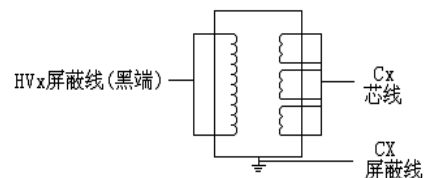
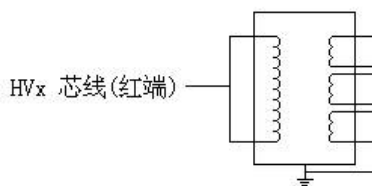

图9 CT接法
图10 CT接法
(1) 一次侧对二次侧（电磁式，没有末屏）
- A. 接线见图 9
(2) 一次侧对末屏（电容式，有末屏）
- A. 接线参考见图 9 CX 芯线接末屏
(3) 一次侧对二次测及地
A. 接线见图 10